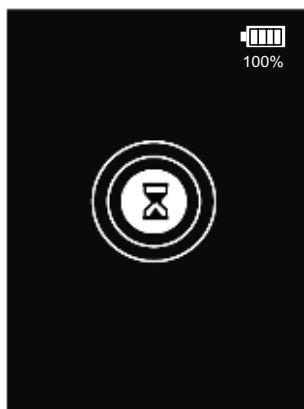

Fig. 5: Pantalla del modo de calentamiento
2. El CS LD 1.0 comienza automáticamente a calentar su sensor. Durante el modo de calentamiento, la pantalla LCD indicará el progreso con anillos concéntricos crecientes (Fig. 5) iluminándose desde el centro hacia afuera. El calentamiento tarda normalmente en realizarse entre 20 y 30 segundos dependiendo de la temperatura. Cuando se iluminan todos los anillos significa que el